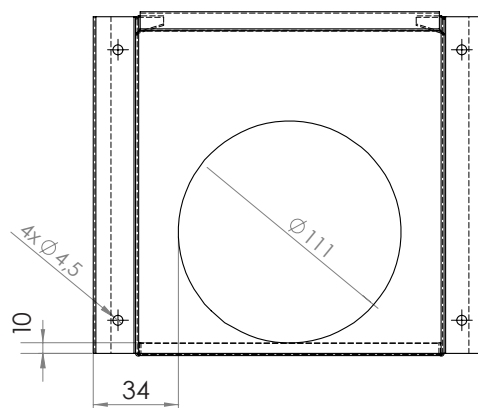

fig. 5
6. Se till att ventilkåpan monterats korrekt. Tilluftsröret ska mynna ut ca 10 mm över ventilkåpan nedre kant och vara centrerad, dvs sidokanten på ventilkåpan ska vara ca 34 mm från rörets ytterkant. Se fig. 5.